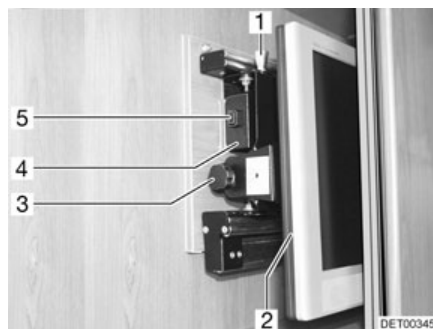

Fig. 90 Meuble télévision
- Appuyer sur le bouton de déverrouillage (Fig. 90,5) et tirer le support de l'écran plat jusqu'à la butée vers l'avant, à l'aide de la poignée (Fig. 90,4).
- Tirer le bouton de déverrouillage (Fig. 90,1) et faire pivoter l'écran plat (Fig. 90,2) dans la position souhaitée.
- Desserrer la vis moletée (Fig. 90,3).